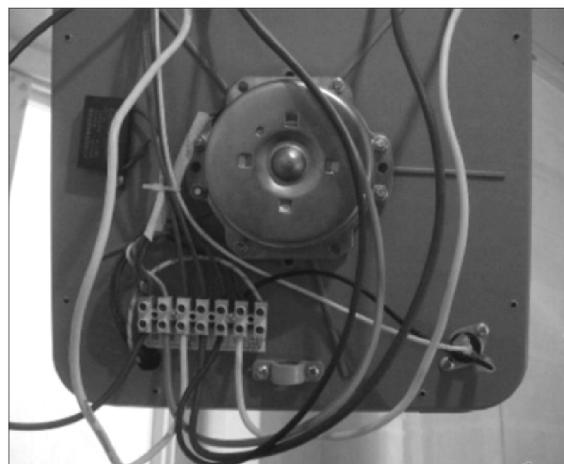

图 7-12 固定接线柱
4) 按接线图所示的顺序将接线端与浴霸接线柱进行固定，依次将其他接线端进行固定连接，如图 7-12 所示，将连接完成的面板盖上接线柱罩，用螺钉将接线柱罩固定。